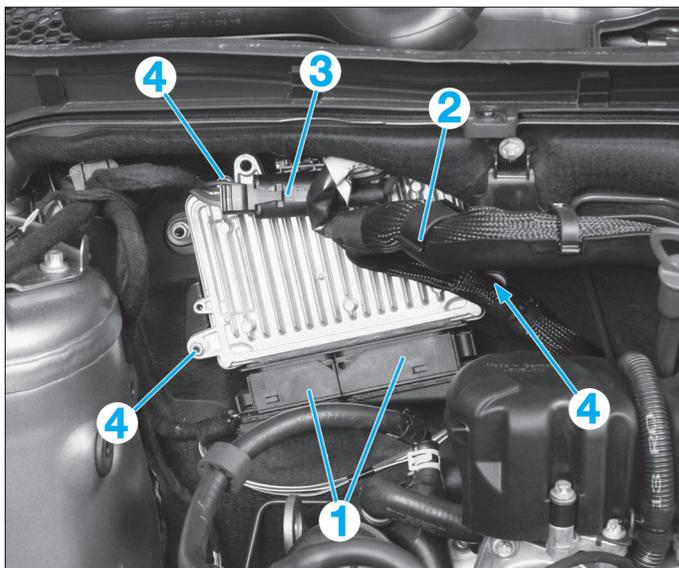

FIG. 45
- Débrancher les connecteurs (1) du calculateur (2) (Fig.45).
- Mettre de côté le connecteur (3).
- Déposer le calculateur en déposant les vis (4).